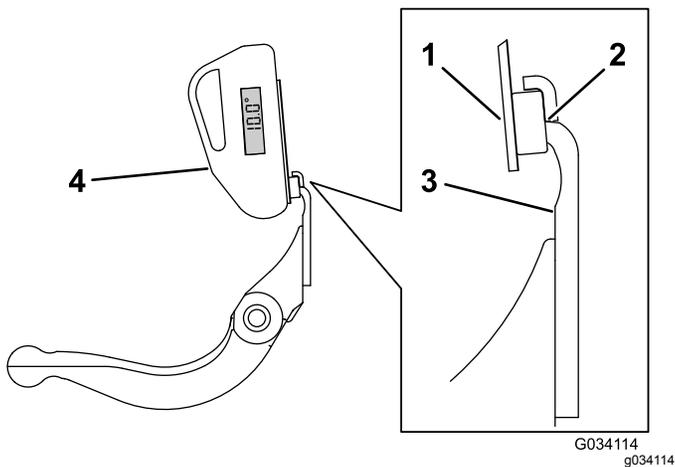

Bild 26
3. Legen Sie die Neigungsmesserbefestigung an die Kante des Unteressers, sodass die Kante des Magnets bündig mit der Kante des Unteressers ist (Bild 26).
4. Legen Sie den Neigungsmesser auf die Befestigung, wie in Bild 26 abgebildet.